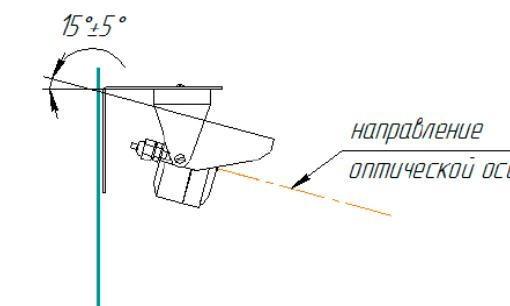

Рисунок 3 – Положение извещателя при
- Расположение и нацеливание извещателя должно быть произведено с учетом чувствительности и угла обзора извещателя на наиболее вероятный источник возгорания. Для обеспечения заданного угла обзора сдвиг козырька на корпусе не предусматривается, при эксплуатации козырек должен быть задвинут до упора (штатное положение). Диаграмма чувствительности извещателя приведена на рисунке 2. Помимо этого для предотвращения скопления влаги на извещателе его ориентация относительно горизонта должна быть не менее 10 градусов по направлению к земле (рисунок 3).